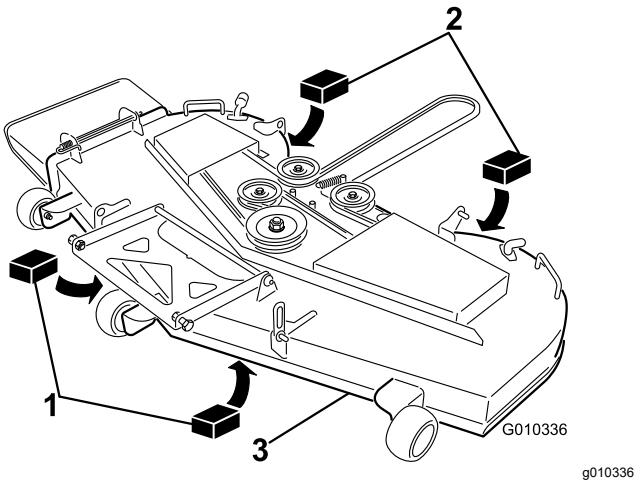

Figure 64
- Placez deux cales de 6,6 cm (2 $\frac{5}{8}$ po) d'épaisseur chacune sous chaque côté du bord avant du tablier de coupe, mais pas sous les supports des galets anti-scalp (Figure 64).
- Placez deux cales de 7,3 cm (2 $\frac{7}{8}$ po) d'épaisseur chacune sous le bord arrière de la jupe du tablier de coupe, une de chaque côté (Figure 64).